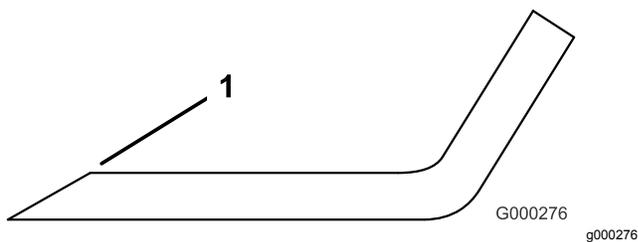

Figura 126
3. Inspeccione los filos de corte de todas las cuchillas y afílelos si están romos o tienen mellas (Figura 126).
**Nota:** Afile únicamente la parte superior del filo y mantenga el ángulo de corte original para asegurar un filo correcto (Figura 126). La cuchilla permanece equilibrada si se retira la misma cantidad de material de ambos filos de corte.